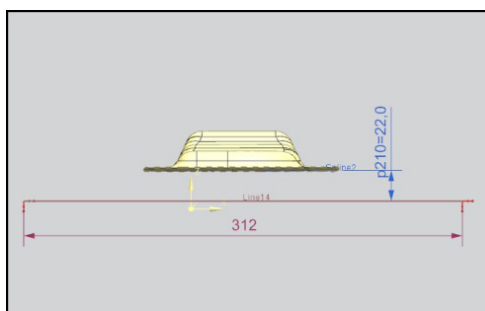

Рис. 7.16. Контур сечения прижимной поверхности
- Создайте в плоскости **ОУ** контур кривой, являющейся сечением плоского прижима, отстоящий от нижней грани детали на 15–25 мм. Используйте прямые (рис. 7.16).